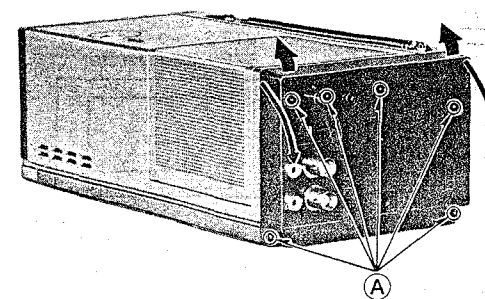

Fig. 2 Abb. 2
1. Remove 6 (A) screws shown in Fig. 2.
2. Remove the rear cover as shown in Fig. 2.
1. 6 Schrauben (A) entfernen, wie in Abb. 2 gezeigt.
2. Die Geräterückseite entfernen, wie in Abb. 2 gezeigt.